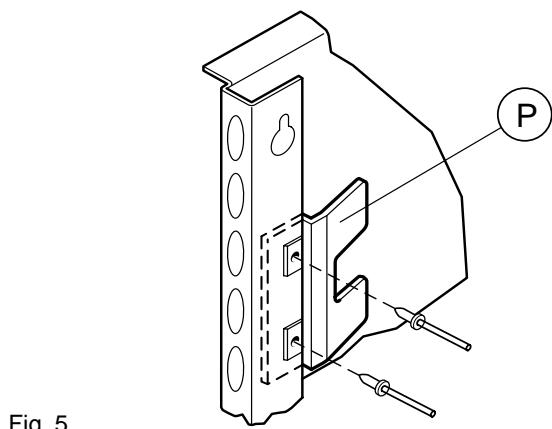

Fig. 5
- Per i modelli 10GN2/1, in corrispondenza dei 2 fori ø 5mm posti sul profilo anteriore del diffusore destro, fissare la squadretta di protezione spillone "P" (fig.5), tramite i rivetti in dotazione.
- For 10GN2/1 models, in correspondence to the two holes ø 5 drilled on the front profile of the right diffuser panel, fix the meat probe protection bracket "P" (fig.5) by means of the rivets supplied.
- Pour les modèles 10GN2/1, fixer au niveau des deux trous Ø 5 situés sur le profil avant du panneau diffuseur droit, l'équerre de protection de la sonde "P" (fig.5) à l'aide des rivets fournis.